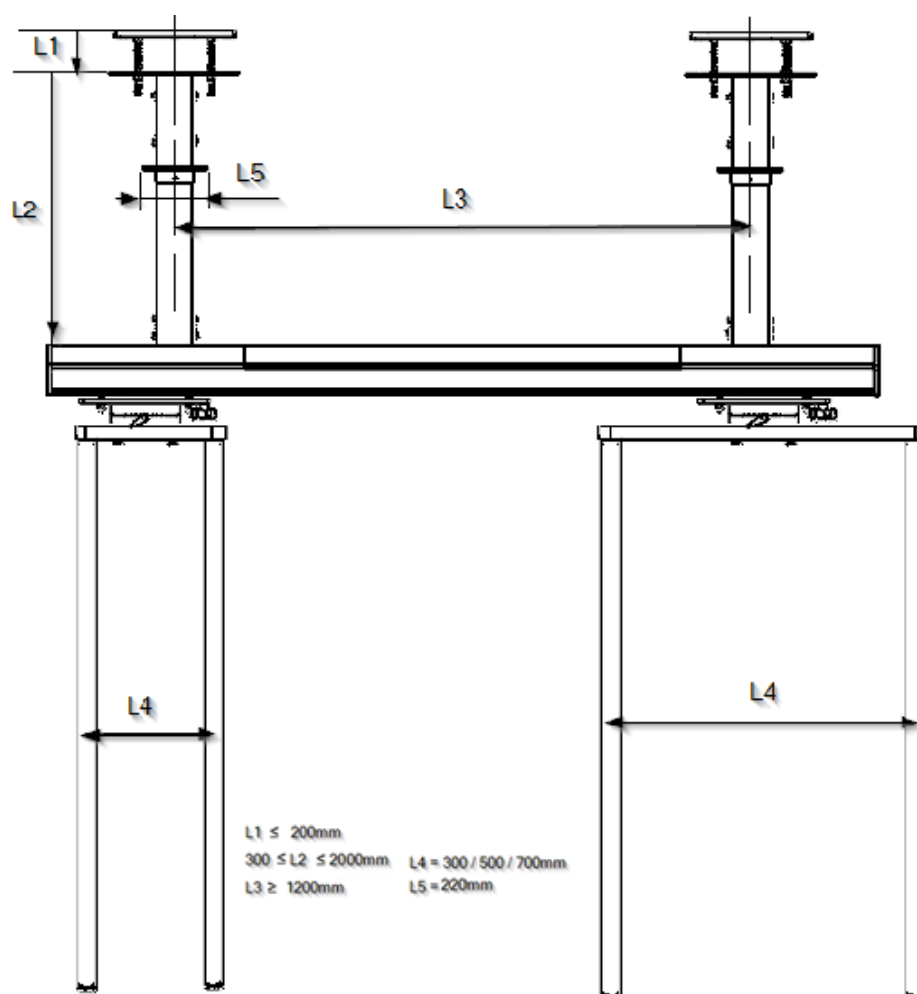

Abb. 8 Schematische Darstellung eines TOR-Hängesystems mit zwei Elementwagen
- Um die Bremskraft auf die Drehachse zu erhöhen, drehen Sie den Drehbremshebel im Uhrzeigersinn, wie in Abbildung 8 dargestellt.
- Um die Bremskraft auf die Drehachse zu verringern, drehen Sie den Drehbremshebel entgegen dem Uhrzeigersinn, also umgekehrt zu Abbildung 8.
- Um die Bremskraft auf die Translationsachse zu erhöhen, drehen Sie den Drehbremshebel im Uhrzeigersinn, wie in Abbildung 8 dargestellt.
- Um die Bremskraft auf die Verschiebeachse zu verringern, drehen Sie den Drehbremshebel entgegen dem Uhrzeigersinn, also umgekehrt zu der in Abbildung 8 gezeigten Richtung.